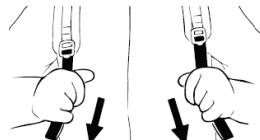
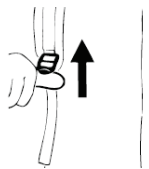

Рис. 22
Рис. 23
- Потяните концы ремней вниз, чтобы затянуть заднюю пластину на спине (рис. 22), поднимите крючки на обоих ползунках, чтобы ослабить ремни (рис. 23).